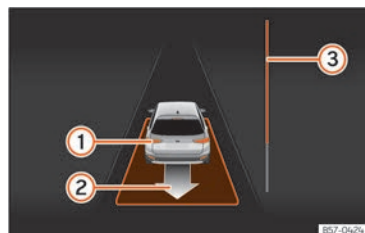

Fig. 168 En la pantalla del cuadro de instrumentos: desaparcar de un hueco en línea.
- Retroceda hasta que suene la señal continua del ParkPilot; **O BIEN:** dé marcha atrás hasta que en la pantalla del cuadro de instrumentos aparezca la indicación de dar marcha adelante. La barra de progreso »» **fig. 168**  indica la distancia que hay que recorrer »» **pág. 263.**